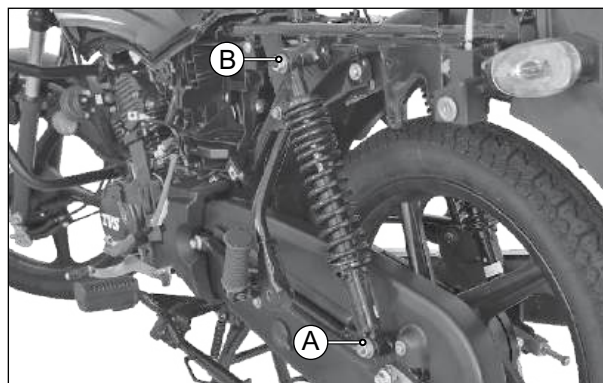

Fig. 6.89
- Remova a porca (M12x40) (A) de fixação inferior do amortecedor traseiro no conjunto do braço oscilante. (Fig. 6.89)
- Remova a porca (M12x40) (B) de fixação superior do amortecedor traseiro no chassi da motocicleta. (Fig. 6.89)